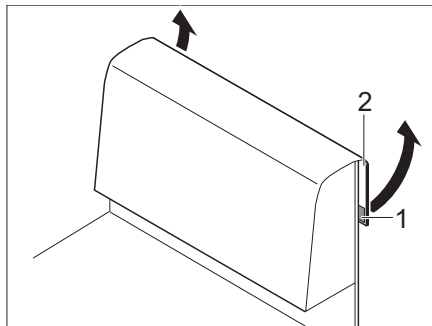

Bild 65 Ryggdyna
- Lossa kardborrefästet (Bild 65,1) på tygöverdraget (Bild 65,2) baktill.
- Dra av tygöverdraget (Bild 65,2) uppåt.